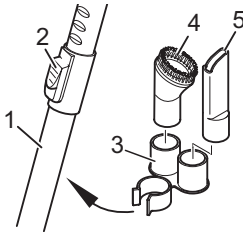

Abb. 5
5. Stecken Sie die Zubehörhalterung (Abb. 5/3) unterhalb der Teleskoprohr-Arretierung (Abb. 5/2) auf das Teleskoprohr (Abb. 5/1). Schieben Sie dann Möbelpinsel (Abb. 5/4) und Fugendüse (Abb. 5/5) auf die Aufnahmeverrichtungen.
■ Als **Zubehör** sind die Fugendüse, der Möbelpinsel und die Polsterdüse im Lieferumfang enthalten. Sie können bei Nichtgebrauch an der Zubehörhalterung (Abb. 5/3) befestigt werden.